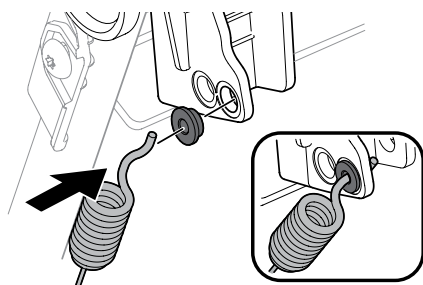

Figure 4-5
4. Insérez le coussinet dans le trou inférieur. Accrochez le câble en le passant dans le coussinet et le trou inférieur de la commande. Voir Figure 4-5.